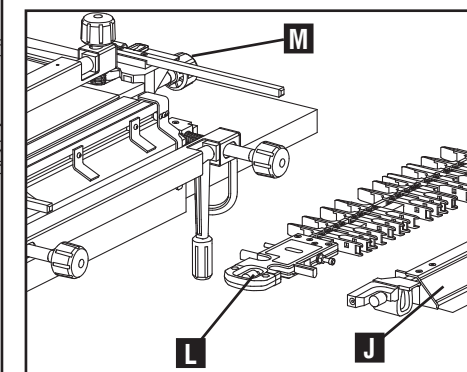
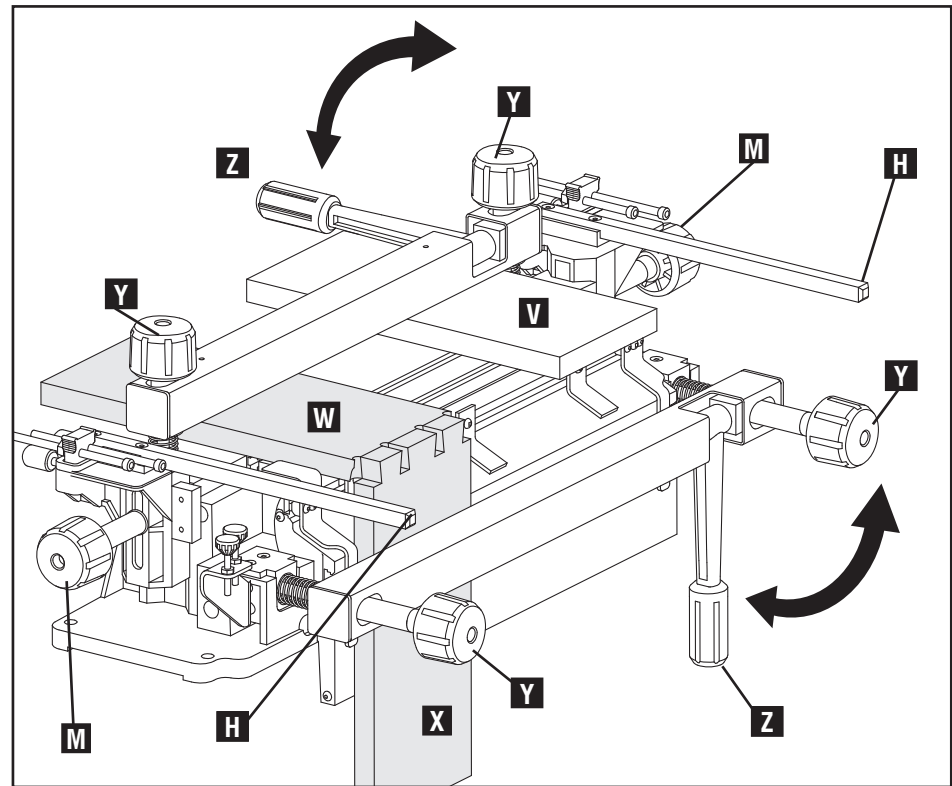

Fig. C12
Fig. C13
REMARQUE : avant d'effectuer le montage des pièces de bois, il serait préférable de retirer la barre stabilisatrice (J) fig. C12, pour faciliter le travail. De plus, relever et bloquer les barres de montage (H) fig. C12, au-dessus du gabarit lors du positionnement de la pièce. Se rappeler de desserrer les vis de serrage moletés (L) fig. C12 du gabarit avant de desserrer les boutons de verrouillage (M) fig. C13 de la tige de montage du gabarit lorsque vous relevez le gabarit.
Les pièces de travail peuvent être montées soit à l'horizontale (W), Fig. C13, ou à la verticale (X) pour être coupées, tout dépend du type de joint que vous désirez faire. Que le bois soit monté à la verticale ou à l'horizontale, il doit être sécurisé de la même manière à l'aide de brides.
1. Desserrez les boutons de verrouillage de la pièce de travail (Y). Fig. C13, et tirez sur le levier de verrouillage (Z) vers l'avant pour une pièce de travail horizontale, ou vers le haut pour une pièce de travail verticale.
3. Serrez les boutons de verrouillage de la pièce de travail (Y) jusqu'à ce la barre touche presque à la pièce de travail.
4. Refermez les brides de la barre de verrouillage sur la pièce de travail et ajustez solidement le bois en poussant sur le levier (Z), Fig. C13, à l'arrière du gabarit de montage pour une pièce de travail horizontale, ou en poussant vers le bas pour une pièce verticale.